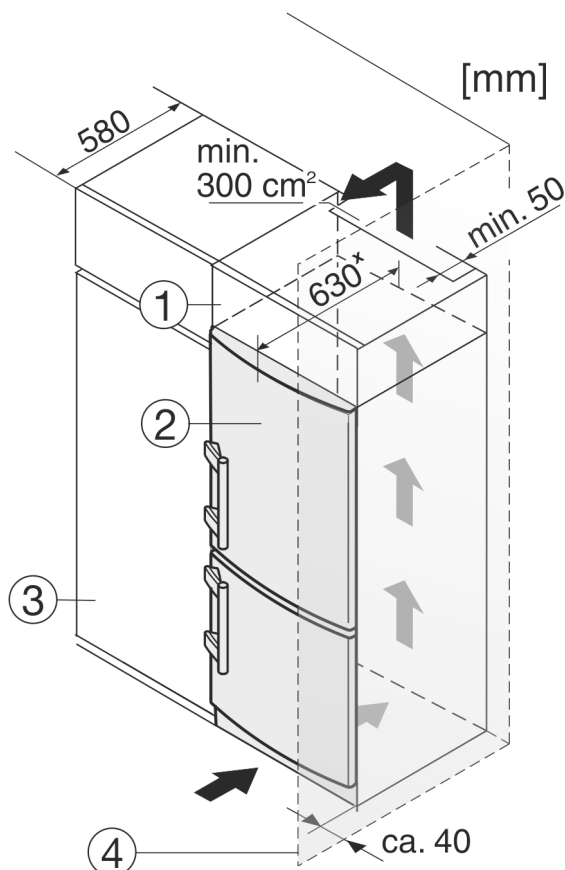

Fig. 9
- (1) Nástavbová skříň
- (2) Spotřebič
- (3) Kuchyňská skříň
- (4) Stěna
Zařízení lze zabudovat do vybavení kuchyně. K vyrovnání přístroje Fig. 9 (2) na výšku kuchyňské linky lze na přístroj nasadit odpovídající nástavec Fig. 9 (1).
Při montáži do kuchyňských skříní (hloubka max. 580 mm) lze přístroj instalovat hned vedle kuchyňské skříně Fig. 9 (3). Přístroj přesahuje přední stěnu kuchyňské skříně na stranách o 34 mm* a uprostřed o 50 mm*.
Když se přístroj instaluje závěsy vedle stěny Fig. 9 (4), musí být vzdálenost přístroje od stěny alespoň 40 mm. To odpovídá přesahu madla při otevřených dvířkách.